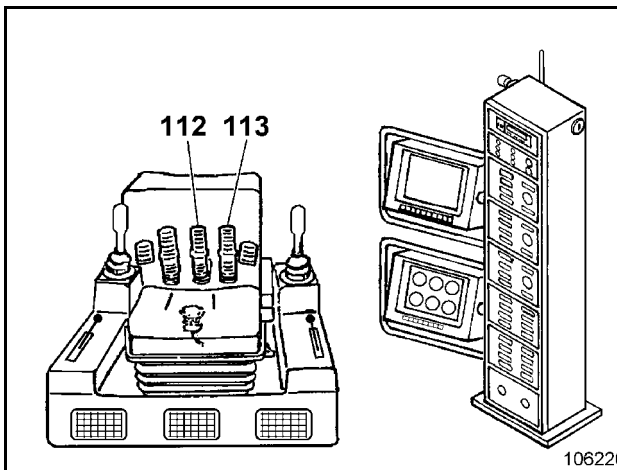

Fig. 2-90:
- ➔ nur Pedal (112, Fig. 2-90:) nach vorn treten